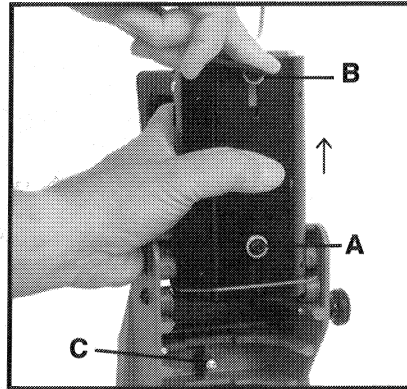

Fig. 3
5. Engagez la serrure en position BASSE avant de déplacer ou de ranger le Coupe-Poche (Pocket Cutter®). **POUR ENGAGER:** Abaissez le bloc-moteur contre le vis de blocage (Voir Fig. 3) et tenez-le en tournant le bouton de la serrure en sens des aiguilles d'une montre jusqu'à ce qu'il soit bien serré.
2. Penchez le bloc-moteur jusqu'à l'envers (voir Fig. 3) et tenez-le en desserrant le vis de montage au dessous (B) et en glissant le moteur jusqu'à la position de profondeur-de-coupe maximum. Serrez bien le vis de montage d'au dessous du moteur.
1. Penchez le bloc-moteur vers le haut et tenez-le en desserrant le vis de montage d'en dessous du moteur, (C) Fig. 3.